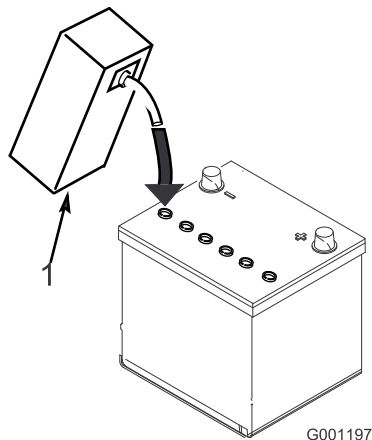

図 22
2. 各セルに慎重に電解液を満たす。電極板が6 mm程度水没するぐらいが適当（図 22）。
3. 電極板が液を吸収するまで20～30分程度待つ。必要に応じて、電極板が6 mm程度水没するぐらいに電解液を補充する（図 22）。